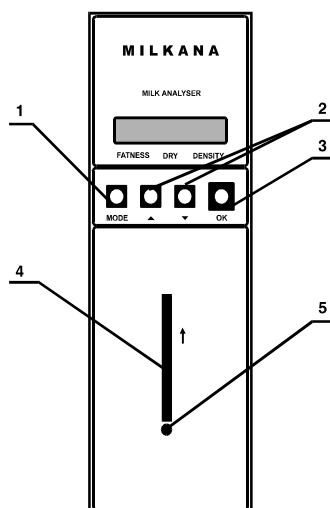

Figura 1
E' consigliabile utilizzare le soluzioni di lavaggio preriscaldata a temperatura di 45°C e posizionando il beaker con la soluzione di lavaggio sul supporto indicato in figura 1 (5) proseguire la pulizia fino a quando la soluzione che viene espulsa dallo strumento non appare pulita.